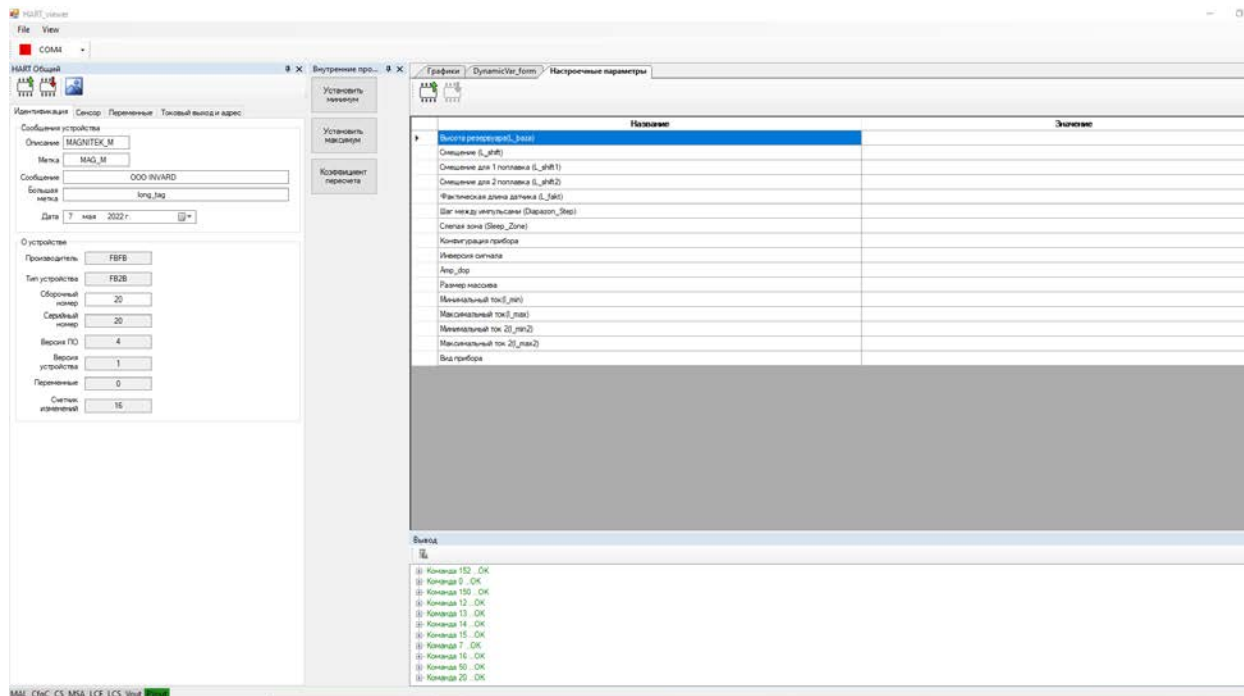

Рисунок 15 – Окно программы с параметрами настройки прибора
1.7.2.7 Далее считайте данные прибора нажав на пиктограмму , после откроется окно с параметрами настройки прибора (см. рис.15)